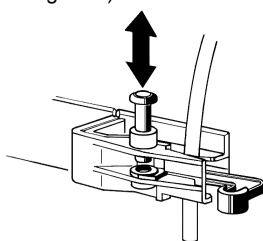

figure 7
- 6 - Lorsque le distributeur n'est pas utilisé, vous pouvez bloquer les robinets et appuyant sur le butoir situé sur le robinet (voir figure 7).